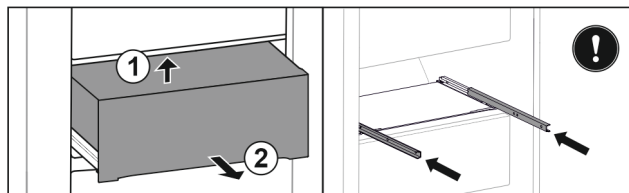

Fig. 114
- ▶ Nadzvedněte zásuvku zezdola vzadu. Fig. 114 (1)
- ▶ Vyjměte zásuvku dopředu. Fig. 114 (2)